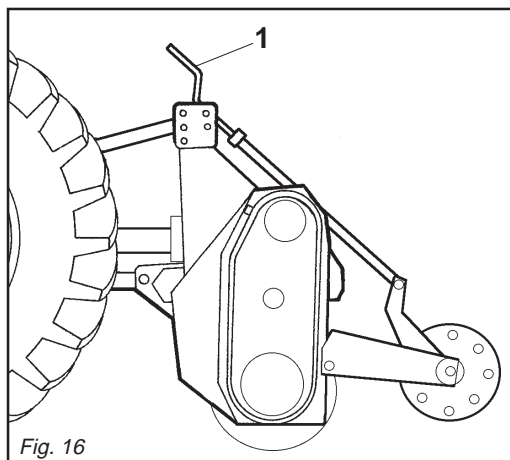

Fig. 16
**Zappatrici con rullo:** la regolazione della profondità in queste zappatrici si effettua ruotando la manovella centrale (1 Fig. 16).
**Machine with roller:** to adjust working depth on this type of machine is adjusted either the center crank (1 Fig. 16).
**Maschine mit Walzen:** die Tiefeneinstellung bei diesen Maschinen erfolgt über den zentralen Handgriff (1 Abb. 16).
**Machine avec rouleau:** pour régler de la profondeur sur ces machines s'effectue avec la manivelle centrale (1 Fig. 16).
**Màquinas con rodillo:** el ajuste de la profundidad en estas màquinas se efectúa por medio de la manivela central (1 Fig. 16).